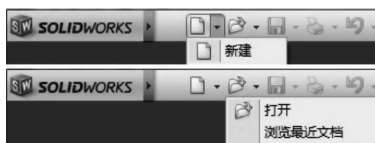

图 1-2 【新建】与【打开】
1) 进入 SolidWorks 后，可以通过【新建】和【打开】两种选择来新建或者打开一个已有的 SolidWorks 文档，如图 1-2 所示。